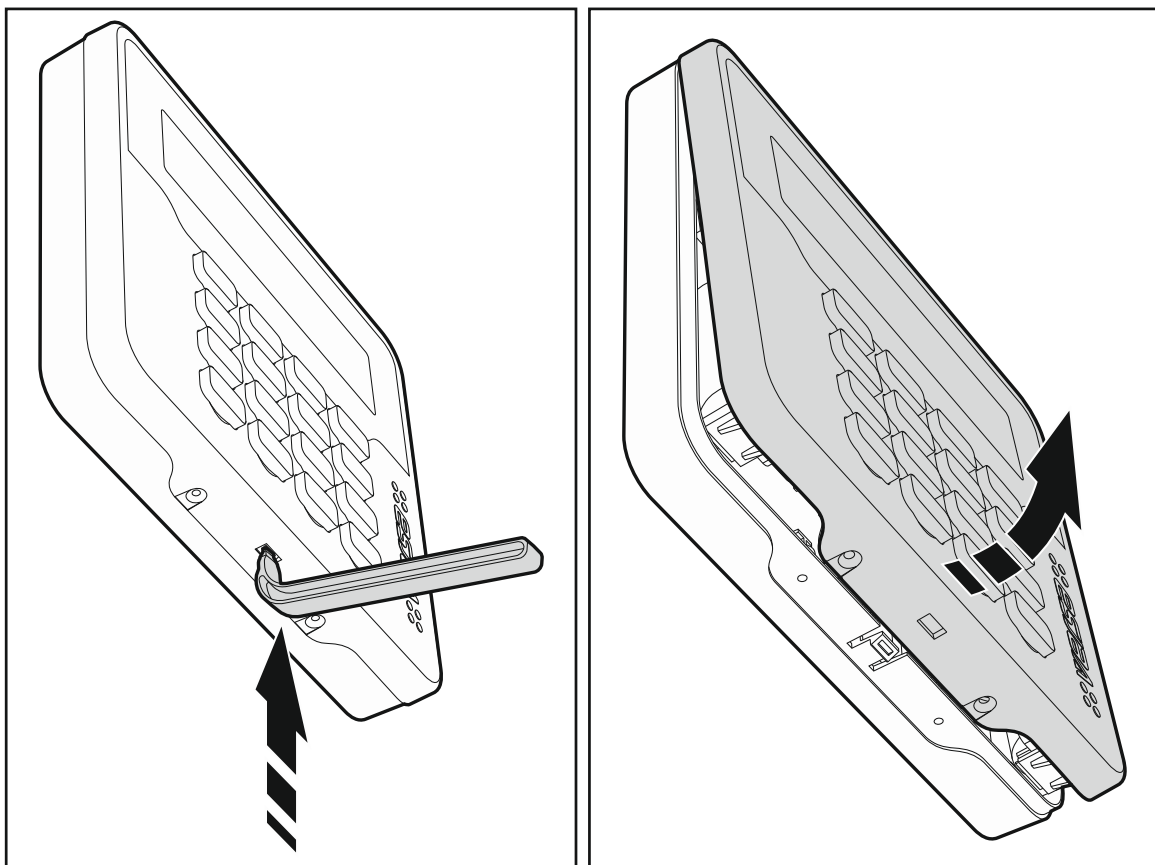

Fig. 2. Openen van de behuizing.
1. Open de bediendeel behuizing (Fig. 2). Het gereedschap om de behuizing, welke in de tekening wordt getoond, wordt bij het bediendeel meegeleverd.
6. Open de bediendeel behuizing (Fig. 2).